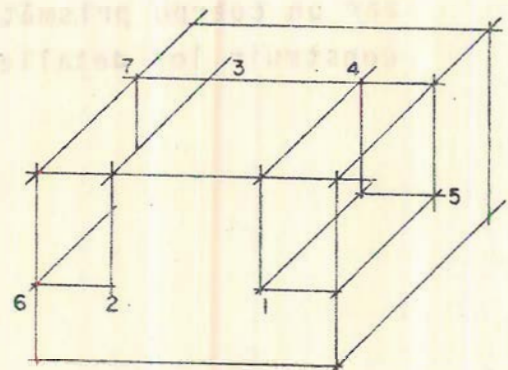

Fig. 15
d) Por los puntos 1, 2 ... 7 trace nuevamente paralelas a los ejes oblicuos, determinándose la forma de la pieza. Fig. 15.